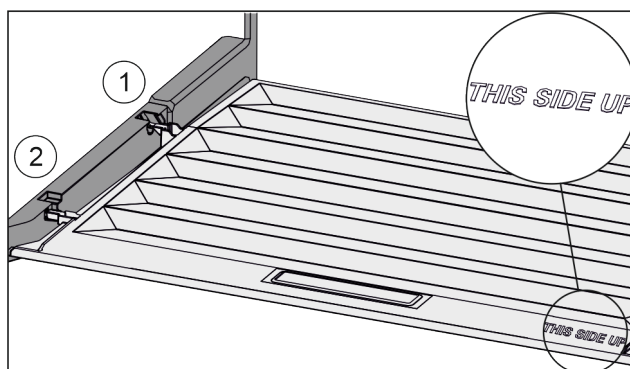

Fig. 22
- ▶ Вставить поперечные ребра крышки через отверстие заднего держателя Fig. 22 (1) и защелкнуть спереди в держателе Fig. 22 (2).